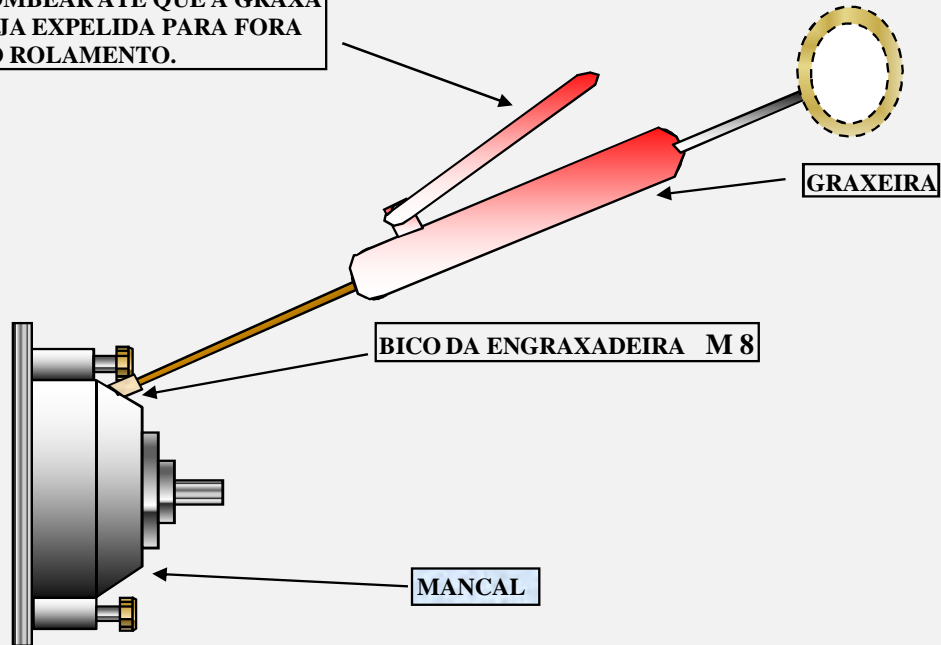

FIG. 03
d) COMO LUBRIFICAR: Introduzir o bico da engraxadeira na graxeira do mancal, posteriormente bombear quatro vezes a engraxadeira, até que seja possível visualizar a graxa expelindo do rolamento, como mostra FIG. 03